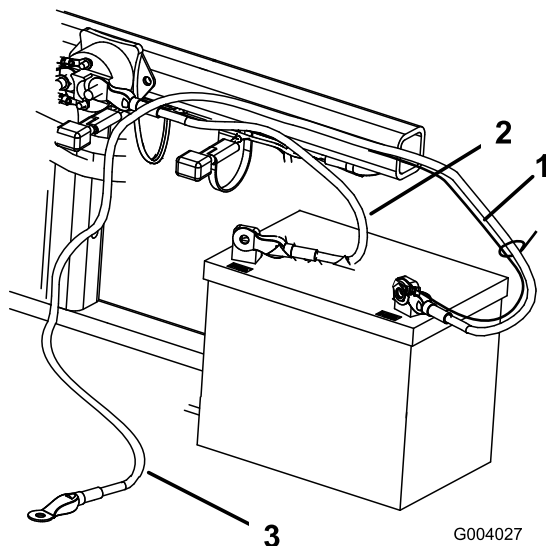

図 5
2. ボルト $\frac{1}{4} \times \frac{5}{8}$ "とロックナットで、赤いプラス+ケーブルをバッテリーのプラス+端子に固定する図5。
3. ボルト $\frac{1}{4} \times \frac{5}{8}$ "とロックナット $\frac{1}{4}$ "で、細い黒ワイヤと黒いマイナスケーブルをバッテリーのマイナス端子に固定する図5。